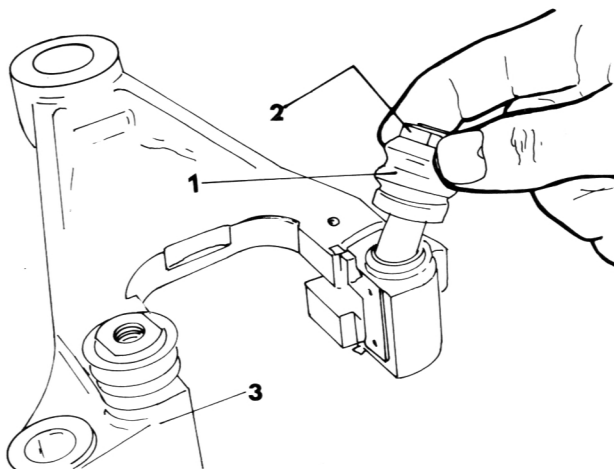

Bild 198
- Die Stifte und Staubschutzkappen entfernen und auf Beschädigung überprüfen (Bild 198).